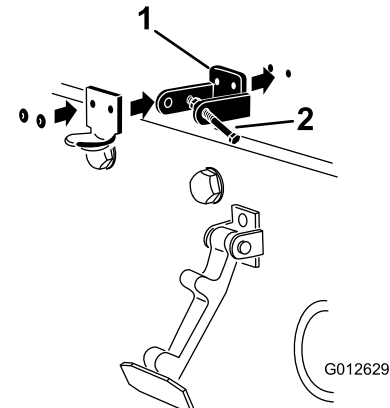

Figura 5
4. Alinee los taladros de montaje y posicione el cierre de seguridad para CE y el enganche del cierre sobre el capó (**Figura 5**).
6. Remache el seguro de cierre, el cerradero y las arandelas al capó (**Figura 5**).